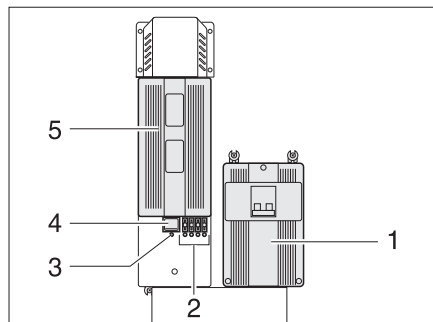
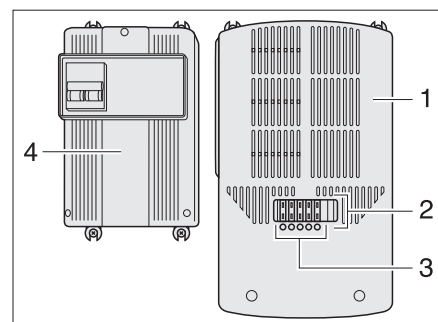

Fig. 84 Fuente de alimentación (tipo I)
Fig. 85 Fuente de alimentación (tipo II)
La fuente de alimentación (Fig. 84,5 ó Fig. 85,1) está montada junto al fusible automático de (Fig. 84,1 ó Fig. 85,4).
En la fuente de alimentación están integrados un interruptor principal (Fig. 84,4) (sólo tipo I), varios fusibles (Fig. 84,2 ó Fig. 85,2) y una protección contra sobrecargas. Un fusible defectuoso o un cortocircuito en el circuito eléctrico se indican por medio de un LED que se ilumina de color rojo debajo del fusible (Fig. 84,2 ó Fig. 85,3).
- Presionar la parte inferior del interruptor principal (Fig. 84,4): Posición "ON". El LED verde (Fig. 84,3) se ilumina si hay contacto con una tensión de 230 V.
- Presionar primero la parte superior del interruptor principal (Fig. 84,4): Posición "OFF".